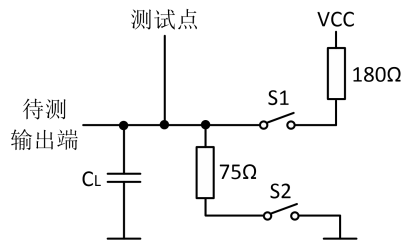

图 1 开关特性测试电路
3. 测试电路如图 1，其中 CL 包括了探针和插座的寄生电容；输入信号由波形发生器提供，且输入信号应当满足： $\text{PRR}\leq 1\text{MHz}$, $Z_0\approx 50\Omega$, $t_r\leq 15\text{ns}$, $t_f\leq 6\text{ns}$ ；每个使能端都是单独测试的。